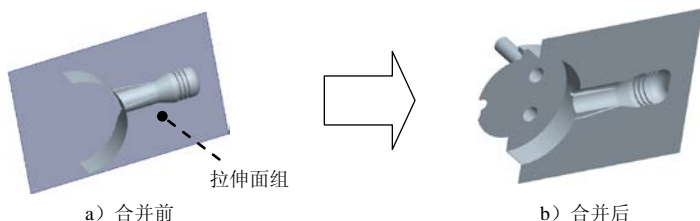

图 10.16 合并面组
Step6. 将复制面组与拉伸面组进行合并，如图 10.16 所示。
(1) 遮蔽参考件和坯料。选择 **视图** 功能选项卡 **可见性** 区域中的“模具显示”按钮 ，系统弹出“遮蔽-取消遮蔽”对话框，在该对话框中按下 **元件** 按钮，单击对话框下方的“选择所有对象”按钮 ，此时 **HANDLE-BODY_MOLD_REF** 和 **WP** 被选中，再单击下方的 **遮蔽** 按钮，最后单击 **确定** 按钮。